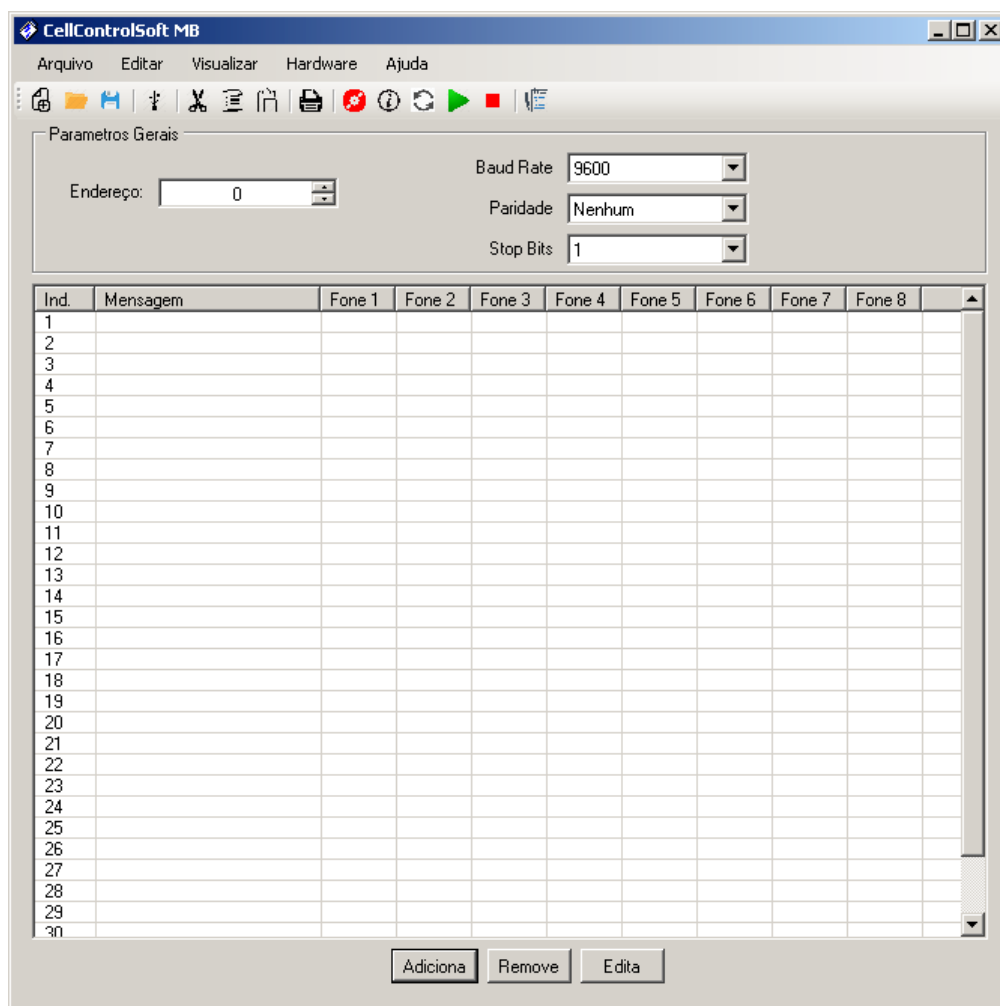

Figura 7 – Tela Principal
1. Abra o programa CellControlSoft MB instalado conforme o item 4.1, através do ícone correspondente criado na área de trabalho. A Figura 7 abaixo apresenta a tela principal do programa.